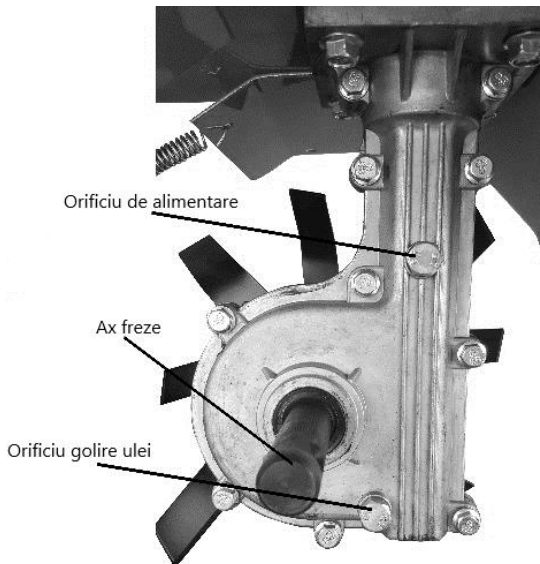

Fig. 3
Se desfileteaza surubul de alimentare cu ulei al reductorului(Fig.3) si se alimenteaza cu ulei de transmisie RURIS G-Tronic, pana la nivelul orificiului filetat (aprox. 0,35L).Infiletati apoi surubul,stergeti si verificati sa nu fie scurgeri de ulei.
-Se desfileteaza surubul orificiului de golire de la reductor(Fig.3)